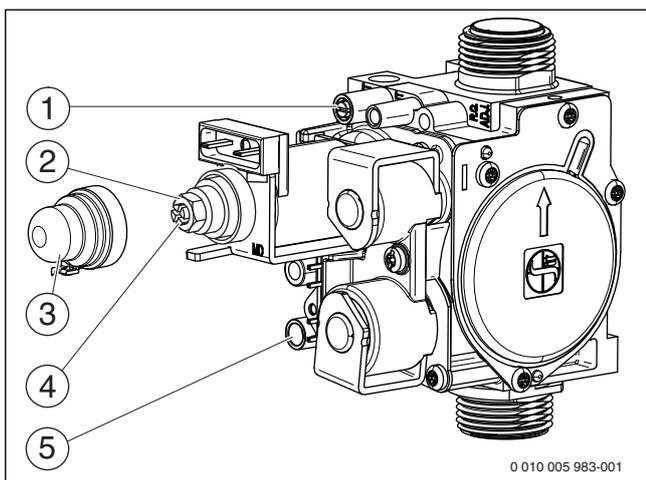

Рис. 32 Газовая арматура
- ▶ Отверните уплотнительный винт штуцера измерения давления на форсунках ( рис. 32, [1]) и подсоедините U-образный манометр.
- ▶ Снимите крышку ( рис. 32, [3]).
- ▶ Значение «max» давления (мбар) на форсунках приведено в таб. на стр. 45. Установите давление на форсунках регулировочным винтом максимального расхода газа ( рис. 32, [2]). Поворот направо - больше газа, поворот налево - меньше газа.
- ▶ Значение «min» давления (мбар) на форсунках приведено в таб. на стр. 45. Установите давление на форсунках регулировочным винтом минимального расхода газа ( рис. 32, [4]).
- ▶ Выключите котёл и закройте газовый кран, отсоедините U-образный манометр и заверните уплотнительный винт (рис. 32, [1]).
- ▶ Отверните уплотнительный винт на штуцере измерения подаваемого давления газа ( рис. 32, [5]) и подсоедините манометр.
- ▶ Установите и опломбируйте крышку ( рис. 32, [3]).